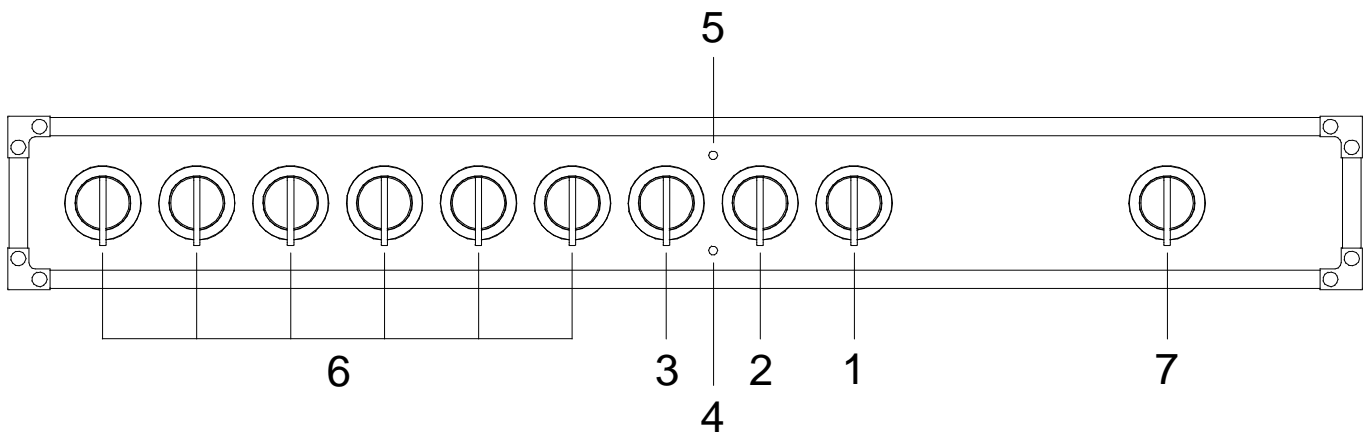

Abb. 1
Zum Benutzen des Multifunktionsofens muss sowohl der Bedienknebel des Wählschalters (3), siehe Abb. 1, betätigt werden, mit dem die für die verschiedenen Garanforderungen geeignetste Betriebsart gewählt werden kann, als auch der Thermostat-Knebel (2), der auf die gewünschte Temperatur gestellt werden muss. Die verschiedenen Betriebsarten werden von den im Folgenden dargestellten Symbolen angezeigt. Nachdem die gewünschte Temperatur erreicht ist, sorgt das Thermostat für deren Beibehaltung während des Garvorgangs.
Die Backöfen sind mit zwei Kontrollleuchten ausgestattet. Die erste Kontrollleuchte, die auf Abb. 1 mit der Nummer 5 gekennzeichnet ist, zeigt an, dass ein Bauteil des Gerätes unter Spannung steht. Die zweite, mit der Nummer 4 gekennzeichnete Kontrollleuchte, ist an das Thermostat angeschlossen und leuchtet jeweils mit dem Ansprechen des Thermostats auf, das die Funktion hat, die Temperatur im Backrohr konstant zu halten.